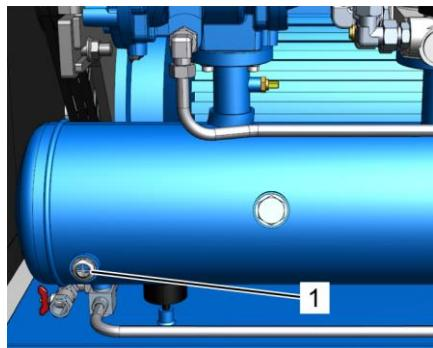

Рис. 30: Проверка уровня охлаждающей жидкости через смотровое отверстие
7. Проверьте уровень охлаждающей жидкости через смотровое отверстие (Рис. 30/1) и при необходимости долейте охлаждающую жидкость, как описано в «Глава 8.4.2 «Проверка уровня охлаждающей жидкости / доливка охлаждающей жидкости» на странице 87.